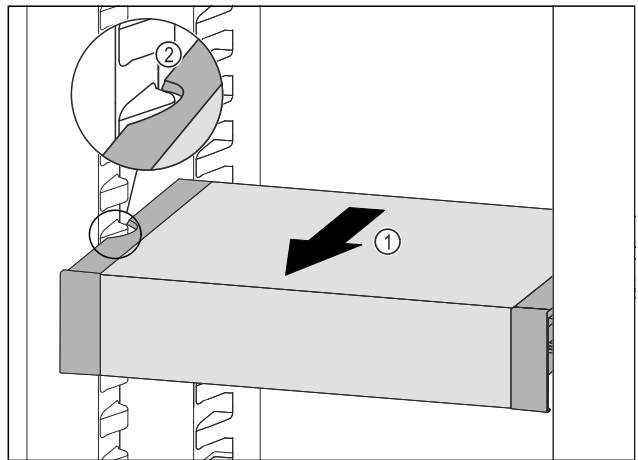

Fig. 170
- Tirer le VarioSafe vers l'avant Fig. 170 (1) jusqu'à ce que les encoches latérales du VarioSafe se trouvent au niveau de la nervure du bac dans la partie réfrigérateur. Fig. 170 (2)